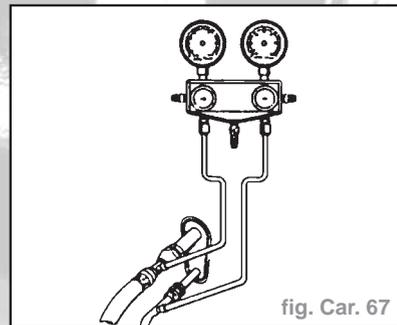
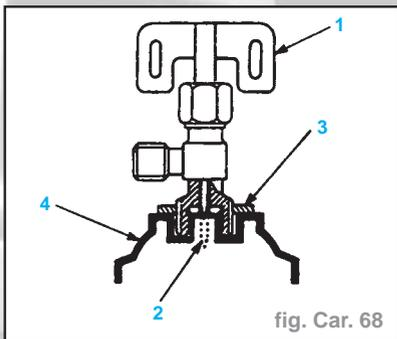

fig. Car. 67
fig. Car. 68
- Poser l'appareil à usages multiples (fig. Car. 67) :
- tuyau basse pression (LO) sur le côté d'aspiration.
- tuyau haute pression (HI) sur le côté de compression.
- Tourner la poignée de la soupape de distributeur (1) dans le sens anti-horaire jusqu'à ce que le pointeau (2) soit complètement rentré (fig. Car. 68).
- Serrer l'écrou à raver (3) dans le sens anti-horaire jusqu'à l'atteinte du point le plus élevé.
- Fixer la soupape de distributeur au réservoir de frigorigène (4).